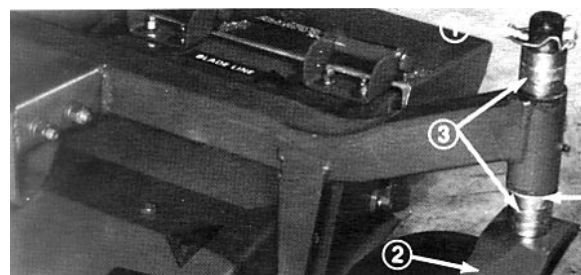

Figure 2
2. Serrer l'arrière du fil et le tourner sur la clavette. Extraire la clavette de l'axe. Enfiler les entretoises sur l'axe pour obtenir la hauteur de coupe souhaitée (Fig. 2 et 3), puis enfiler la rondelle.
3. Enfoncer l'axe de pivot dans le bras pivotant avant. Glisser les entretoises restantes sur l'axe (Fig. 2 et 3). Fixer l'ensemble au moyen de la clavette.